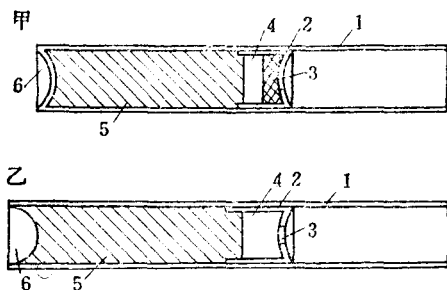

图 2 火雷管
**火雷管** 适用在露天矿爆破工程中，它的构造如图 2 所示。